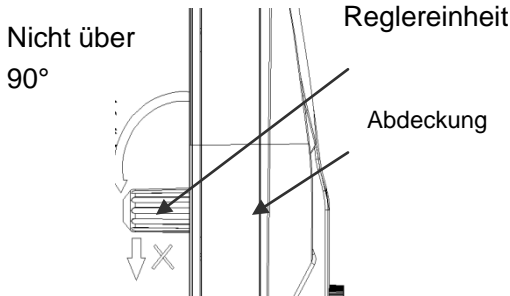
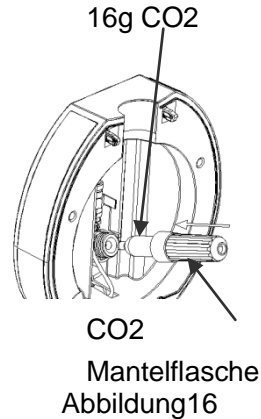
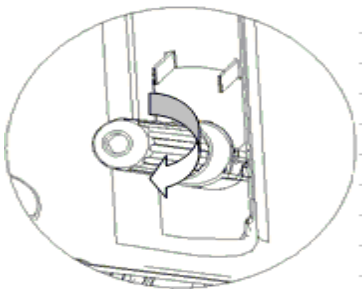

Abbildung 15
Abbildung 16
Abbildung 17
4. Lösen Sie die CO₂-Mantelflasche (Siehe Abbildung 15), legen Sie eine 16 Gramm CO₂-Patrone in der Hülle (Abbildung 16), und schrauben Sie den Mantel fest, bis Sie ein "Klick" (Abbildung 17) hören, dies zeigt, dass die Patronendichtung durchstoßen wurde und das CO₂-Gas frei in das Bierfass fließen kann. Stellen Sie sicher, dass die Mantelflasche fest fixiert ist, um CO₂-Leckage zu vermeiden. Dann legen Sie die CO₂ Mantelflasche in die obere Abdeckung.